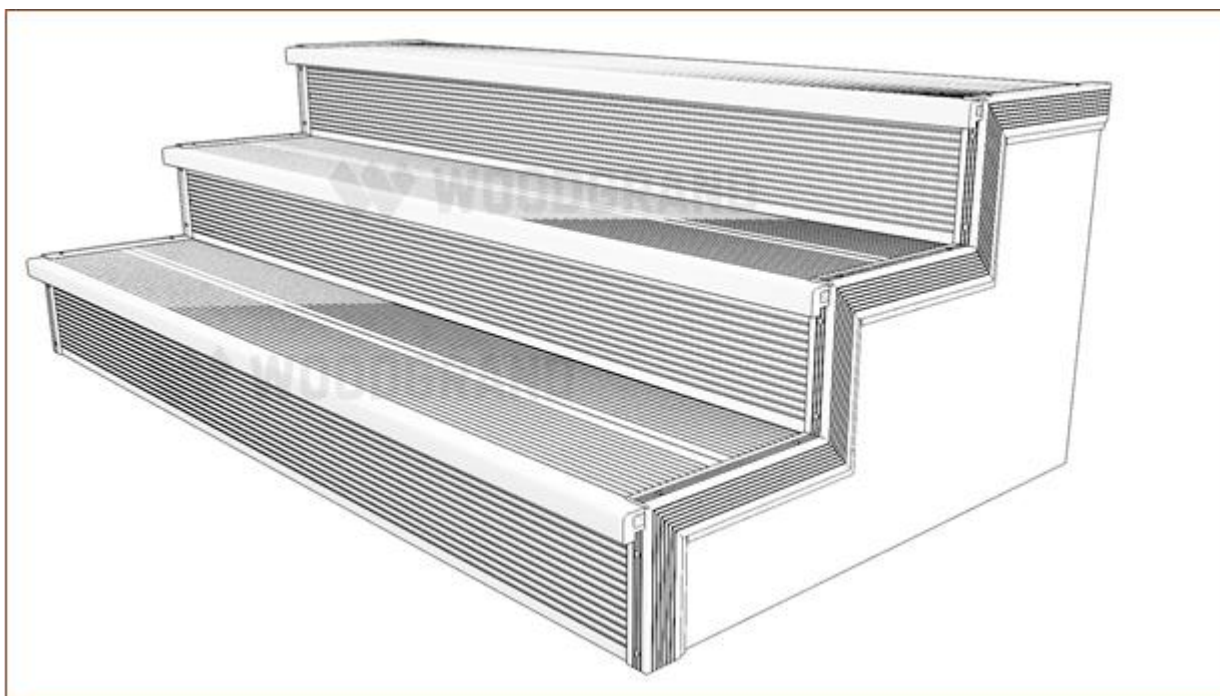

Рис. 8
- вариант с установленным уголком из ДПК (Рис. 8).